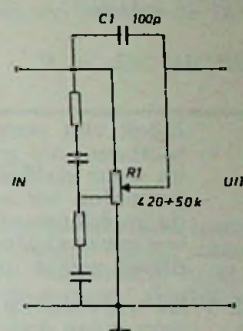

Fig. 2
b) fysiologische sterkteregeling en de inmiddels bij insiders in Eindhoven ingeburgerde 'truuk I' toegepast (zie fig. 2). De zgn. 'truuk I' bestaat uit een condensator tussen bovenkant en looper van de sterkteregelaar. Het beste resultaat geeft dit als het produkt  $P.C_1 = 50 \mu s$ .